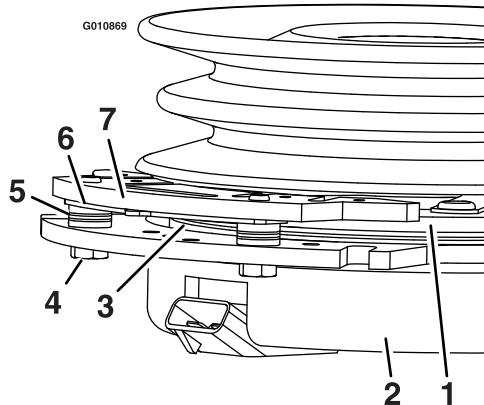

**Figura 74**
3. Retire o tampão antipoeira da roda e aperte a porca de bloqueio (Figura 74).
4. Aperte a porca de freio até que as anilhas de mola estejam planas e, em seguida, recue 1/4 de volta para aplicar devidamente a pré-carga nos rolamentos (Figura 74).
5. Instale o tampão antipoeira (Figura 74).